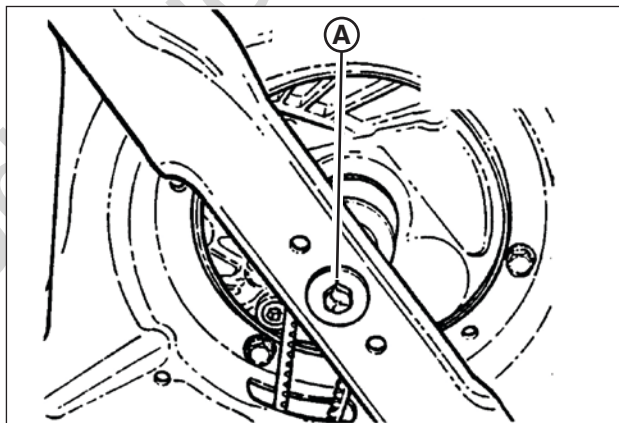

Figure 18 : Serrage du capuchon vis de la lame
2. Basculer la tondeuse sur ses roues arrière pour accéder au capuchon vis de la lame (**A, Figure 18**). Ne pas basculer la tondeuse du côté de la bougie ou du carburateur.